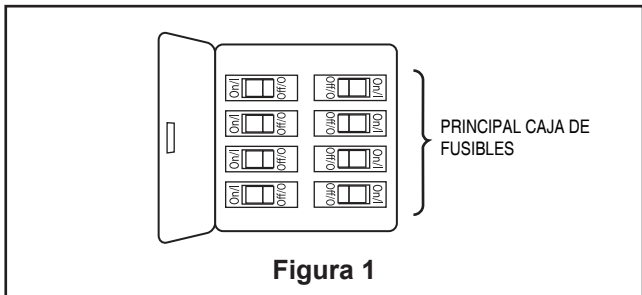

Figura 1
1. Restablezca la fuente de alimentación de la toma de corriente encendiendo la electricidad del fusible principal. (Figura 1)